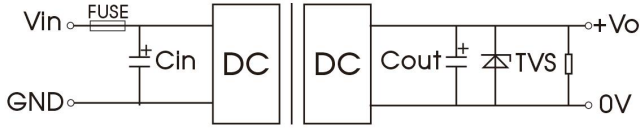

图 1
- (1)产品测试及应用时，请按照（图 1）推荐的测试电路进行；至少保障外接一个电解电容 C_{in} ($\geq 220\mu F$)，用于抑制输入端可能产生的浪涌电压。
- (2)如果产品输入端并联瞬变能量较大的电路（如并联电机驱动电路），或会导致产品输入电压被拉低，此时关注产品输入电压的波动，建议适当增大输入端电解电容 C_{in} 的容值，以保障输入端电压稳定，避免输入电压低于欠压保护点导致产品重复启动的情况。
- (3)如果产品输出端为感性负载时（如继电器、电机），建议在容性负载规格内增大输出电容 C_{out} 容值，并增加 TVS 管，用以滤除电压尖峰。
- (4)如需进一步减少输入输出纹波，可适当加大外接电容 C_{in} 、 C_{out} 容值或选用串联等效阻抗值小的外接电容，外接电容 C_{out} 容值不能大于产品的最大容性负载。